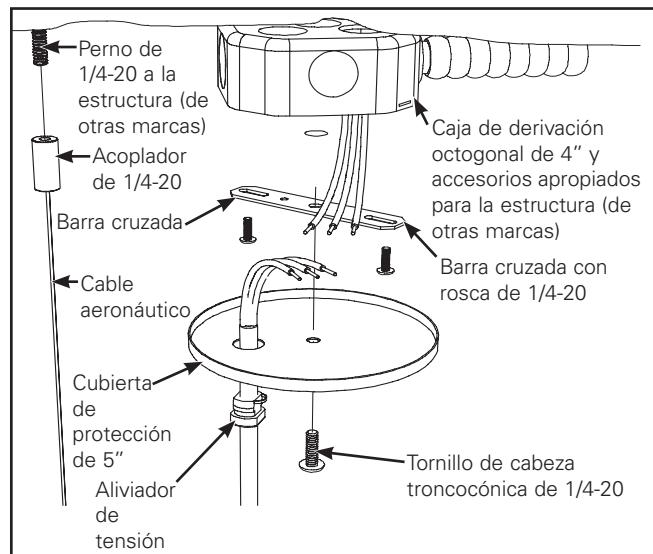

Figura 1. Alimentación
- Ubicaciones de montaje del diseño. (Figura 1.)